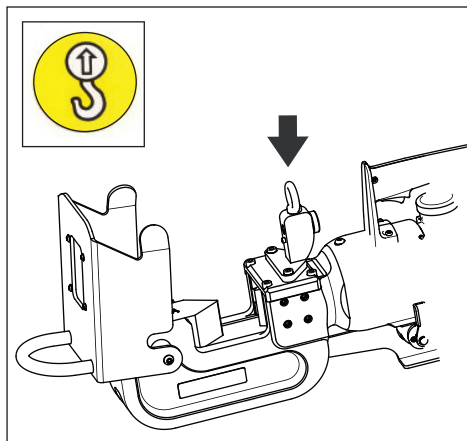

Figure 9, Point de levage du sectionneur
- Utilisez uniquement l'œillet de levage fourni si vous devez déplacer ou transporter le sectionneur. Voir la Figure 9. Utilisez un équipement de levage de capacité adaptée.